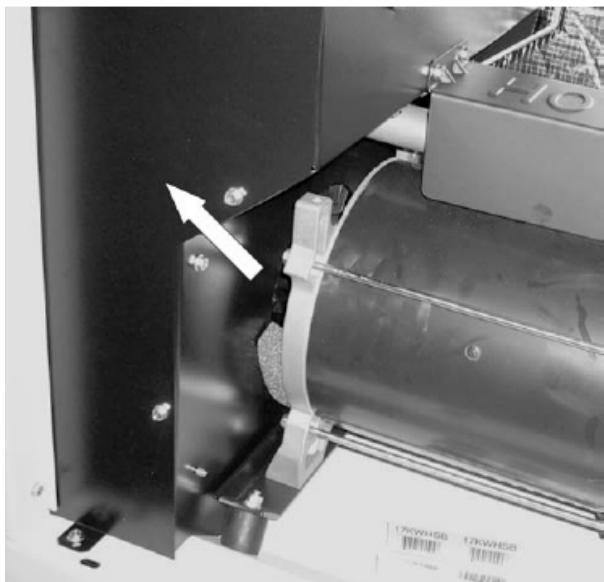

Рисунок 24.
2. Снять боковую крышку выхлопного отсека: С помощью накидной головки 10 мм открутить пять (5) болтов и снять крышку. Смотреть рисунок 24.